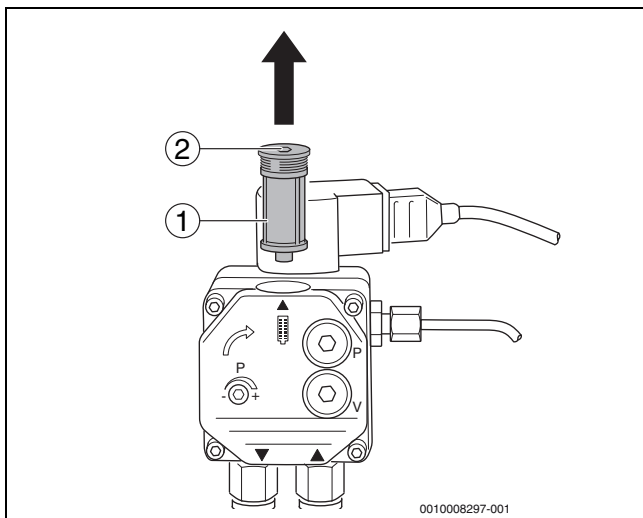

Рис. 29 Проверка фильтра – топливный насос Danfoss
- ▶ Отверните расположенный сверху винт с внутренним шестигранником (→рис. 29, [2]).
- ▶ Выньте вверх фильтр топливного насоса (→рис. 29, [2]).
- ▶ Очистите промывочным бензином фильтр топливного насоса (→рис. 29, [1]), если требуется замените его и установите в топливный насос.